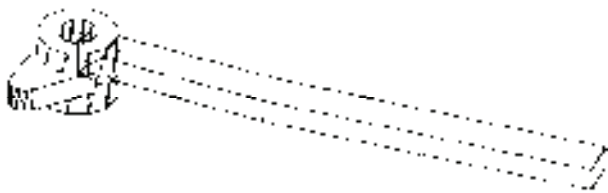

图 10-105 东南等轴测视图
① 单击“视图”工具栏中的“东南等轴测”按钮, 将视图切换到东南等轴测视图。如图 10-105 所示。